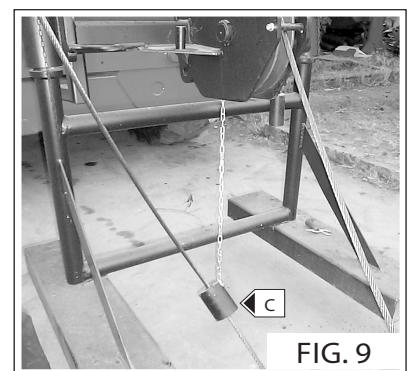

FIG. 9
- Inserire la fune nel peso di fine corsa salita fune (Fig. 9 - Rif. C).
- Insert the rope in the rope lift stop weight (Fig. 9 - Ref. C).
- Steek de kabel in het gewicht van de eindaanslag kabel omhoog (Fig.9 - Ref.C).